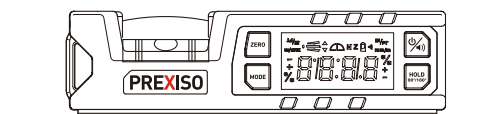

ABB. 1
a. Schalten Sie das Gerät aus. Stellen Sie das Gerät auf eine flache und glatte, feste Oberfläche. (ABB. 1).